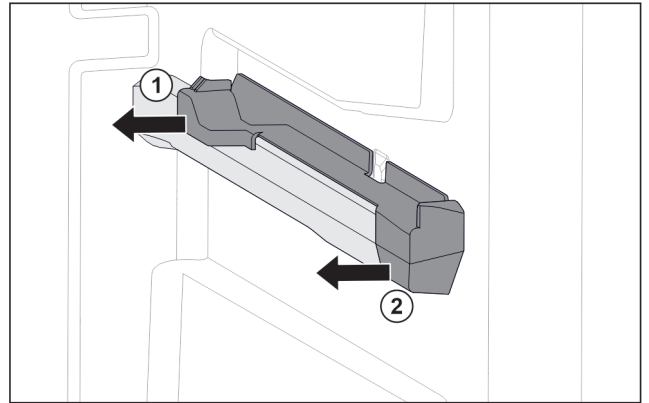

Fig. 53 Élément emboîtable sur la nervure de récipient droite
- Le retirer sur le côté par l'arrière. Fig. 53 (1)
- Le retirer sur le côté par l'avant. Fig. 53 (2)